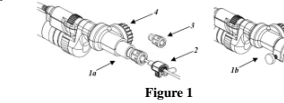

Figure 1
- Si un canal opératoire (**Figure 1**) est utilisé, un mécanisme de réglage de la profondeur avec raccord Luer (**Ia**) ou MINOP (**Ib**) a été ajouté pour faire office d'interface avec les endoscopes.